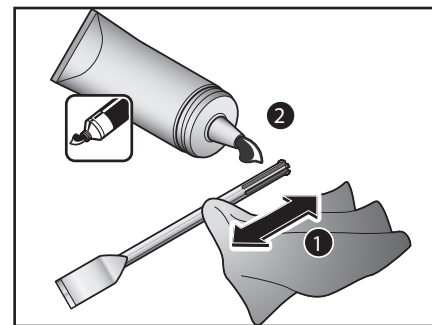

Abb. 6
2. Reinigen Sie den SDS-Schaft des Werkzeugs gründlich mit einem Tuch, ggf. trocknen Sie ihn ab und fetten Sie ihn angemessen ein, siehe Abb. 6.